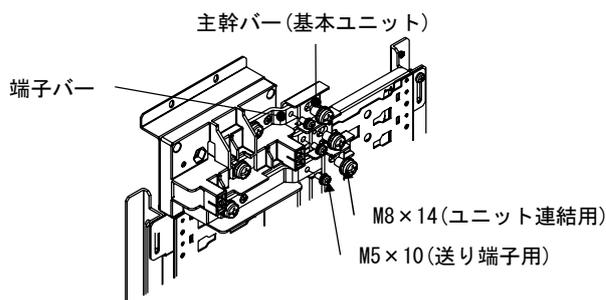

図8
- ④取付寸法に従って穴加工を行い、基本ユニットの主幹バー下側に端子バーを挿入し、取付台を付属の座付丸タッピンねじ4×12で端子バーを付属の3点セムスねじM8×14で固定してください。(図8)
- ⑤HN20のみ付属の絶縁バリアをR-S相間、S-T間に取り付けてください。